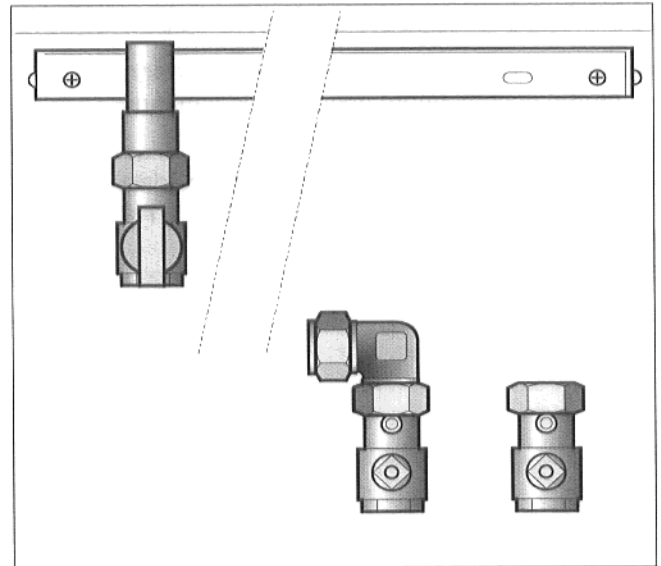

Fig. 3: rubinetti di manutenzione, rubinetto del gas
- Ermetizzare e montare i rubinetti di manutenzione al collegamento murale della mandata e del ritorno (Fig. 3)
- Montare l'avvitamento ad anello di serraggio per il raccordo a gomito al rubinetto di manutenzione del collegamento murale della mandata (Fig. 3).
- Ermetizzare il rubinetto del gas al collegamento murale ed all'apparecchio. Tenere presente l'anello torico integrato (Fig. 3).